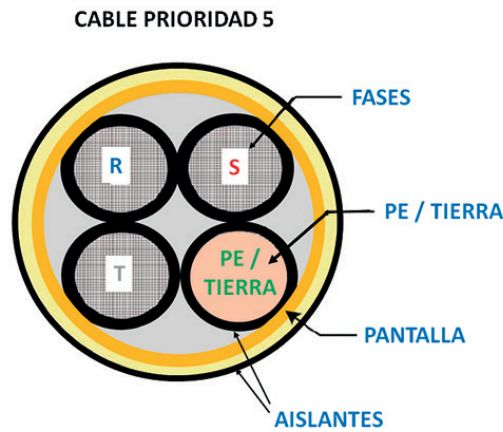

Figura 7. Prioridad 5; cable apantallado asimétrico no equilibrado con 3 conductores de fase más 1 conductor de tierra.
**Cable de Prioridad 5:** Este cable (figura 7) es asimétrico y tiene efectos electromagnéticos desequilibrados. En este cable hay un desequilibrio de fase independientemente del cuidado que se tome durante la instalación de sus conexiones. Es desaconsejable usarlo, sobre todo si debe ser largo.